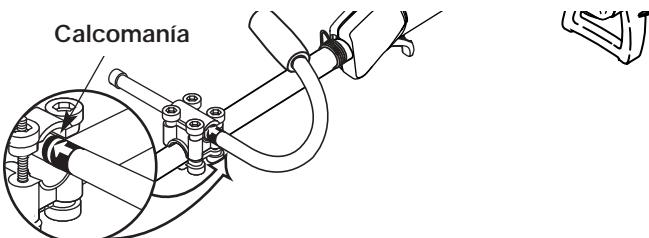

Fig. 2
- Deslice la manija en J hacia dentro o hacia fuera hasta que la flecha o línea blanca de la calcomanía toque el ensamble de abrazaderas (Fig. 2).